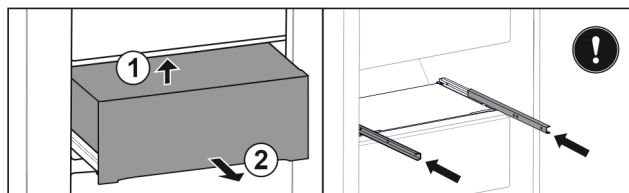

Fig. 159
- ▶ Nadzvedněte zásuvku zezdola vzadu. Fig. 159 (1)
- ▶ Vyjměte zásuvku dopředu. Fig. 159 (2)